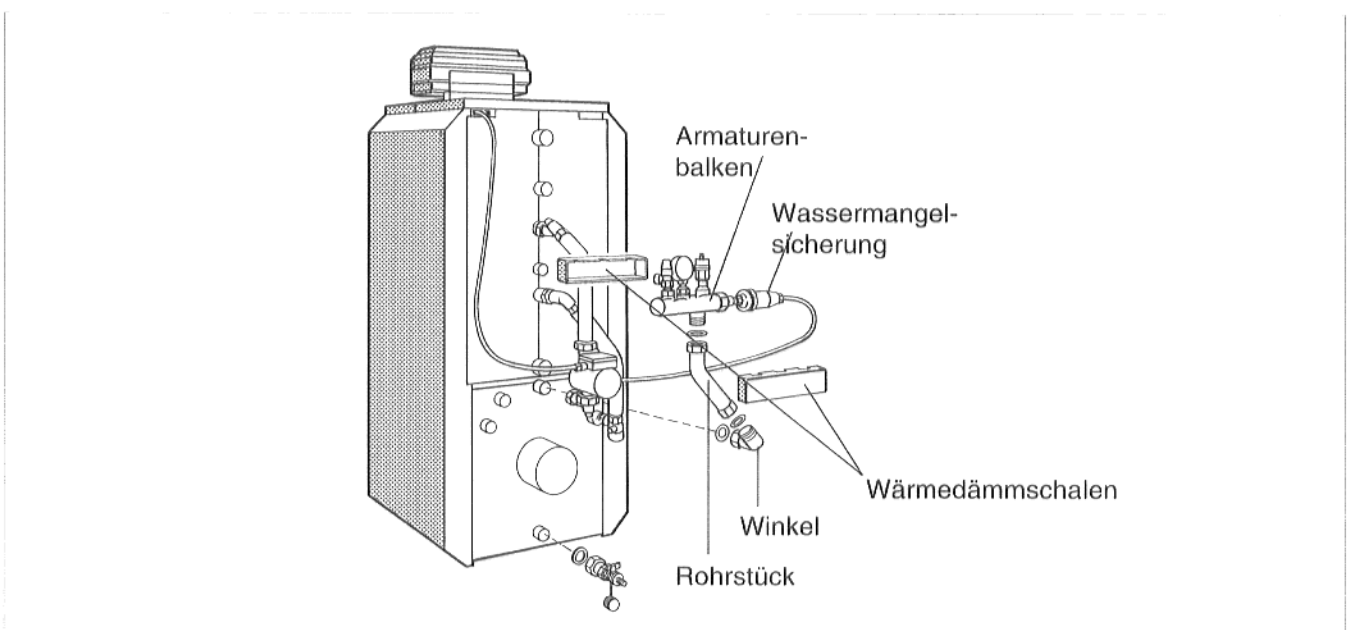

Abb. 4 Heizkessel-Sicherheits-Set am Heizkessel S115 T rechts angebaut
2. Nach oben, auf der rechten Seite des Heizkessels (Abb. 4), dann muß die Kessel-Speicher-Verrohrung links angebaut werden..